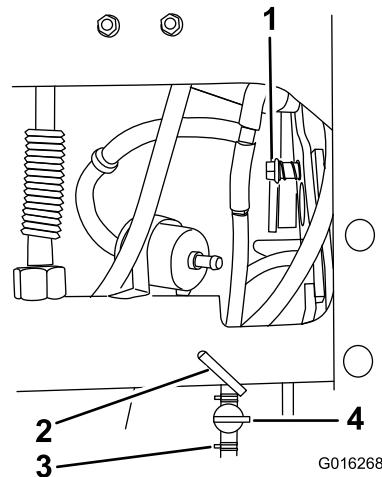

Figura 3
4. Retire o tubo e abraçadeira da válvula de bloqueio do combustível do lado do motor e corte a cinta de cabos de plástico (Figura 3).
7. Retire o parafuso com olhal e mola de compressão na pega de elevação da plataforma (Figura 3).